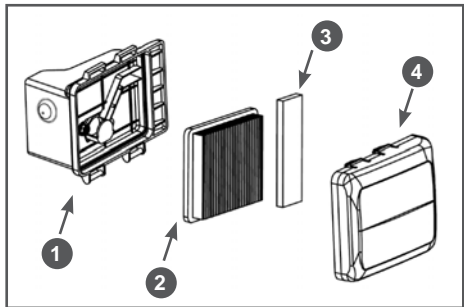

Рис. 19 Обслуживание воздушного фильтра
2. Извлеките фильтрующие элементы 2 и 3 (Рис. 19).
5. Произведите очистку корпуса 1 и крышки 4 воздушного фильтра (Рис. 19).